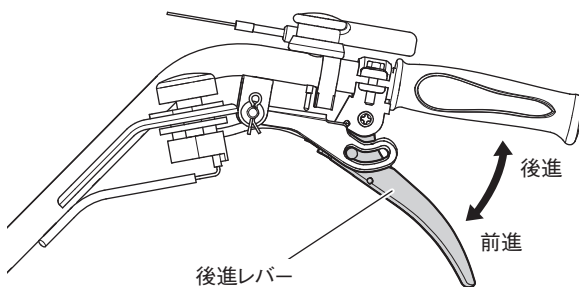

図 2-26
3. 後進レバーを「後進」位置のまま、主クラッチレバーを「入」位置にするとミニ耕うん機が低速で後進します。(図 2-26)